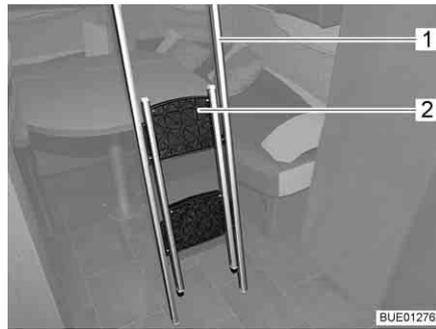
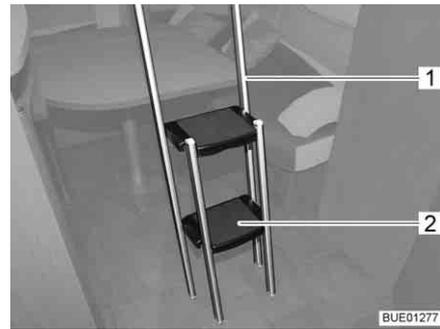

Fig. 100 Escalera de ascenso plegada
Fig. 101 Escalera de ascenso desplegada
- Coger la parte plegada (Fig. 100,2) de la escalera de ascenso (Fig. 100,1) por el borde superior y desplegarla hasta que las cuatro patas se apoyen sobre el suelo de forma segura (Fig. 101).
- Plegar los escalones (Fig. 101,2) hacia dentro.
- Desenganchar la escalera de ascenso (Fig. 101,1) del agarradero (Fig. 99,3) de la cama elevada.